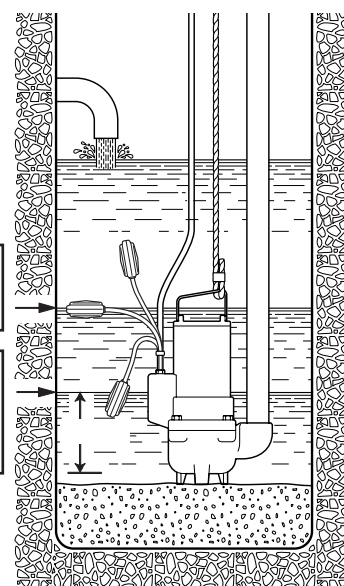

Fig. 4
- mobile avec l'électropompe reposant sur le fond du puits ou de la bache (fig.4) ou bien suspendue au moyen d'un câble ou d'une chaîne en matière résistante fixé à la poignée de levage